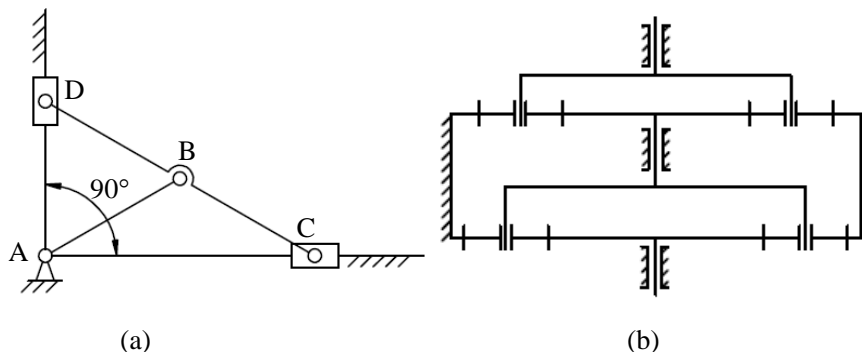

图 1
- 1、如图 1（a）所示，已知：  $AB = BC = BD$ ，计算该平面机构的自由度。
- 2、如图 1（b）所示，计算该齿轮系机构的自由度。